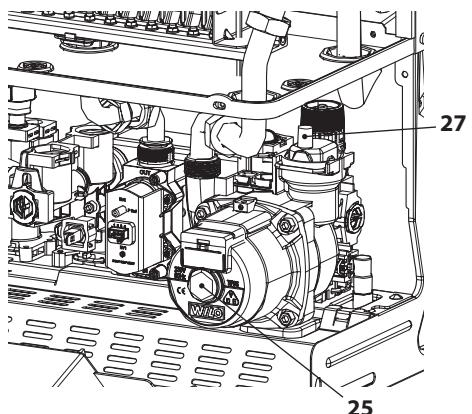

Figura 6.3
- Afloje el tapón de la válvula de purga automática 27 en la Figura 6.3.
- Quite el tapón 25 en la Figura 6.3 y desbloquee la bomba girando el rolete con un destornillador.